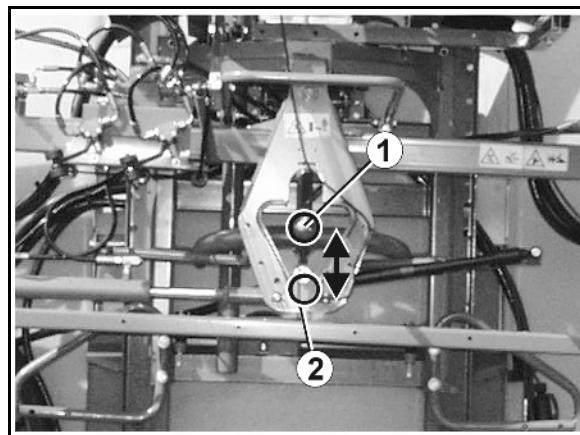

Рис. 60
Разблокирование устройства гашения колебаний (Рис. 60/1):
- Устройство гашения колебаний (Рис. 60/1) разблокировано, если на дисплее **AMATRON⁺** появляется символ открытого замка.
- Устройство гашения колебаний (Рис. 60/1) разблокируется, и разложенные штанги опрыскивателя смогут свободно колебаться по отношению к балке. Здесь защитное приспособление с устройства гашения колебаний для лучшей демонстрации снято.
Блокировка устройства гашения колебаний (Рис. 60/2):
- **AMATRON⁺**: Устройство гашения колебаний (Рис. 60/2) заблокировано, если на дисплее **AMATRON⁺** появляется символ закрытого замка.